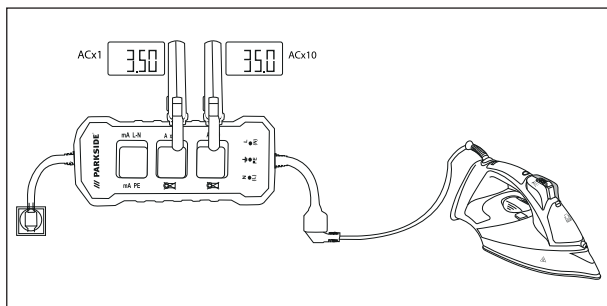

Fig. 1
- 1) Branchez la fiche Schuko ❸ de l'appareil sur une prise secteur.
- 2) Reliez la fiche secteur du terminal à la prise de raccordement Schuko ❹.
- 3) Placez la pince ampèremétrique autour des points de mesure **A x1** ❷ ou **A x10** ❸, et mettez le terminal en marche.
- 4) Lisez les valeurs du courant de ligne sur l'anneau **A x1** ❷ ou divisez la valeur lue de l'anneau **A x10** ❸ par 10 (voir fig. 1)